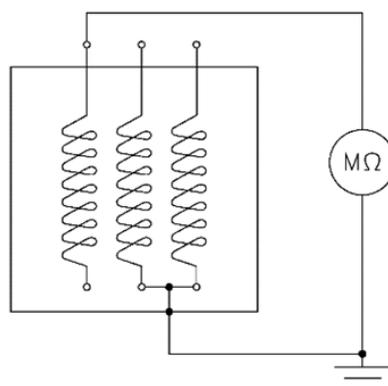

Figure 5-1
- **Stator principal:** la résistance d'isolation est mesurée en débranchant les raccordements des régulateurs (régulateurs de tension ou autre dispositif) ou de tout autre dispositif sur l'unité. La mesure sera effectuée entre une phase et la terre, avec les deux phases restantes qui sont également reliées à la terre en même temps que les auxiliaires (opération devant être recommencée pour les trois phases). Voir Figure 5-1 Mesure de la résistance d'isolation sur le bobinage du stator.